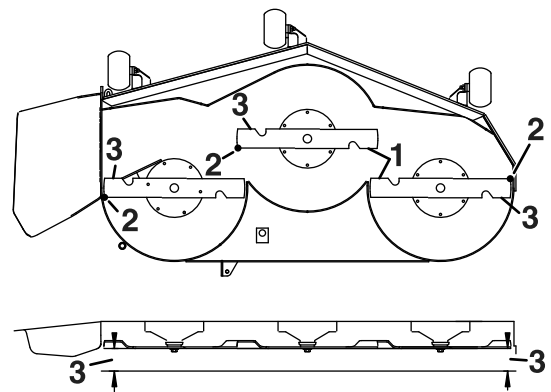

Figura 71
5. Meça entre as extremidades de corte exteriores e a superfície plana (Figura 71).